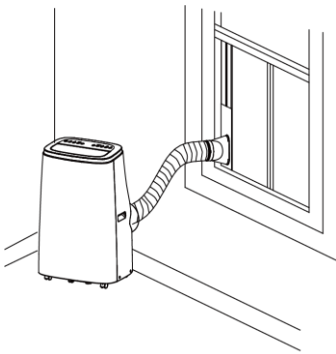
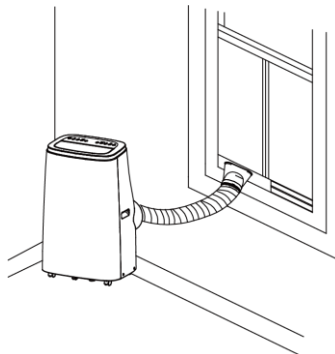

Abbildung 5
Abbildung 6
2) Verlängern Sie das Abluftrohr und lassen Sie das flache Ende der Abluftrohrverbindungen in dem Loch der Fensterdichtungsplatte einrasten (wie in Abb.5 und Abb.6 gezeigt).